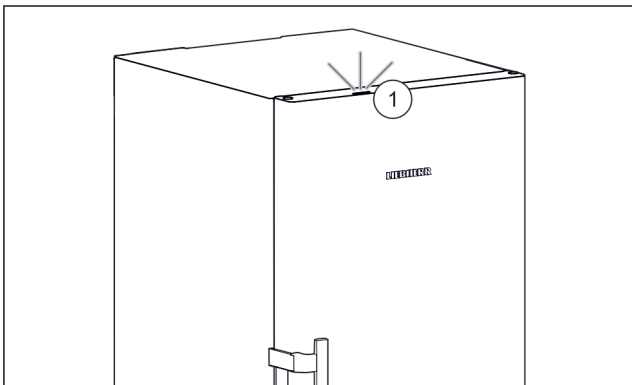

Fig. 51 Aktiv statuslampa när dörren är stängd
- ▷ Statuslampan Fig. 51 (1) är aktiverad.